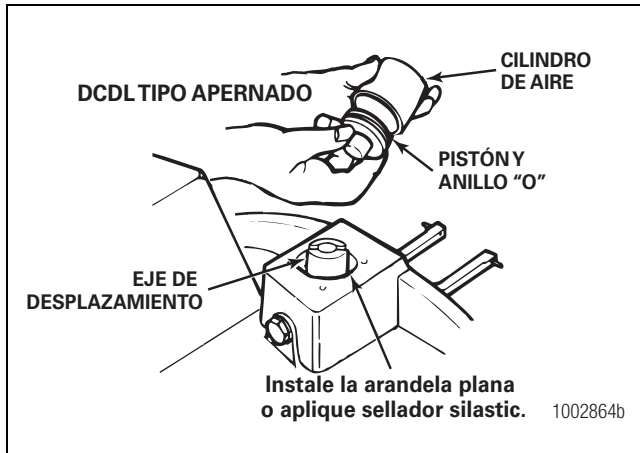

Figura 6.11
- Instale la arandela plana, si se usa, o aplique sellador silástico, número de pieza Meritor 1199-Q-2981, al fondo del orificio del cilindro. Figura 6.11.
8. Instale el anillo "O" en su ranura sobre el pistón. Lubrique el anillo "O" con lubricante de ejes. Instale el pistón en el cilindro de aire. Figura 6.11.